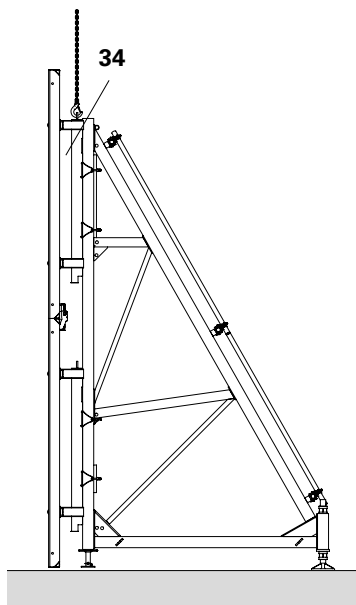

Fig. C2.01
Agganciare sempre al montante SB-1, 2 (34). (Fig. C2.01)